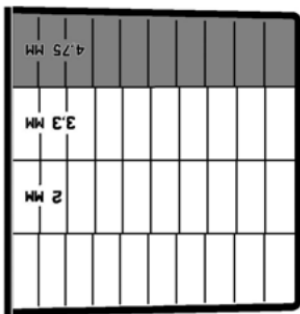

Figura 6.6 – Ej. preparación de los resultados
- Cierre la criba con la tapa y gírelo 90° (*Figura 6.6*);